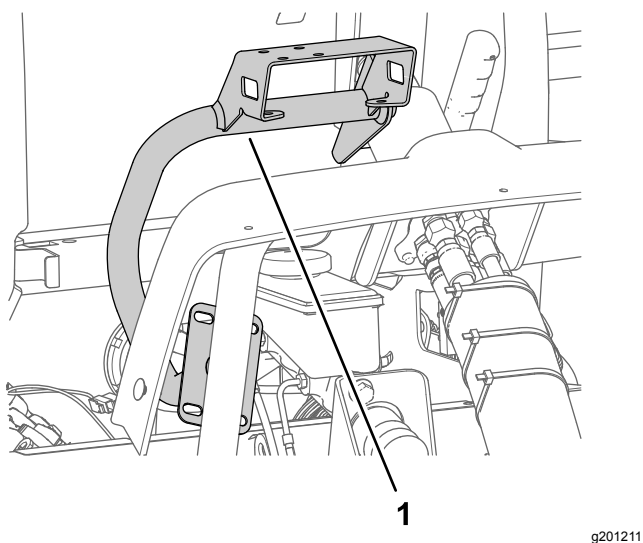

Figura 159
1. Allineate il supporto del monitor alla macchina, come illustrato nella Figura 159.